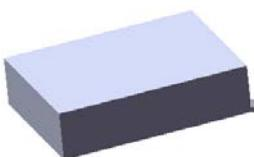
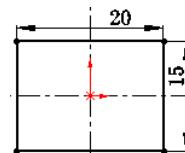

图 16.6.30 凸台一拉伸 1
图 16.6.31 横断面草图
Step2. 创建图 16.6.30 所示的零件基础特征——拉伸 1。
- (1) 选择命令。选择下拉菜单 **插入(I)** → **凸台/基体(B)** → **拉伸(E)...** 命令(或单击“特征(F)”工具栏中的 按钮)。
- (2) 定义特征的横断面草图。
- ① 定义草图基准面。选取前视基准面作为草图基准面。
- ② 定义横断面草图。在草图环境中绘制图 16.6.31 所示的横断面草图。
- ③ 选择下拉菜单 **插入(I)** → **退出草图** 命令，退出草图环境，此时系统弹出“凸台一拉伸”对话框。